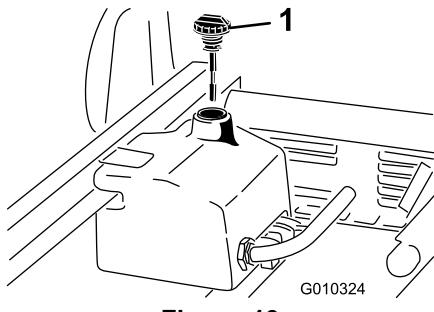

Figura 19
1. Limpie la zona alrededor del cuello de llenado y el tapón del depósito hidráulico (Figura 19).
3. Retire la varilla (Figura 19) del cuello de llenado y límpielo con un paño limpio.